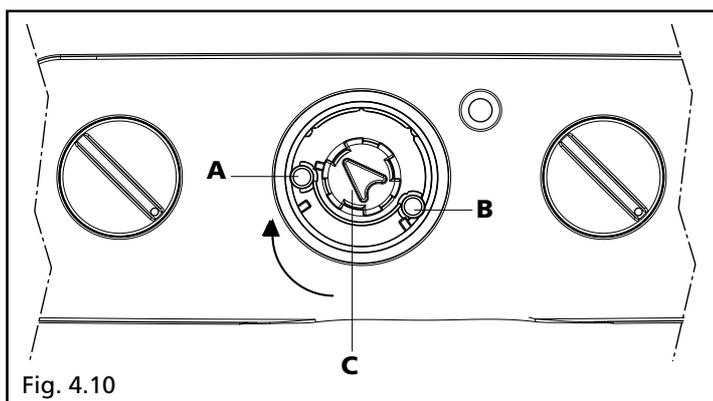

Fig. 4.10
- portare la manopola (C) in posizione "spazzacamino": questa posizione si ottiene ruotando in senso orario la manopola fino a giungere a fine corsa (fig. 4.10); in questo modo si ha l'azzeramento del timer riscaldamento
- riportare la manopola (C) nella posizione  (inverno)
- al termine della fase di lenta accensione è possibile regolare il massimo riscaldamento, agendo con un piccolo cacciavite a taglio, attraverso il foro (B) posizionato in corrispondenza del potenziometro P5. Ruotare il potenziometro stesso e controllare che il valore di pressione letto sul manometro corrisponda a quello indicato nelle tabelle multigas a pag. 8
- al termine della fase di lenta accensione è possibile regolare entro 30 secondi il minimo riscaldamento agendo con un piccolo cacciavite a taglio, attraverso il foro (A) posizionato in corrispondenza del potenziometro P4 (fig. 4.10)